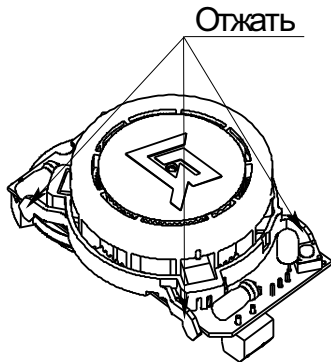

Рисунок 1 – Место расположения замков на дымовой камере
- б) отжать замки на дымовой камере (рисунок 1) и снять ее;